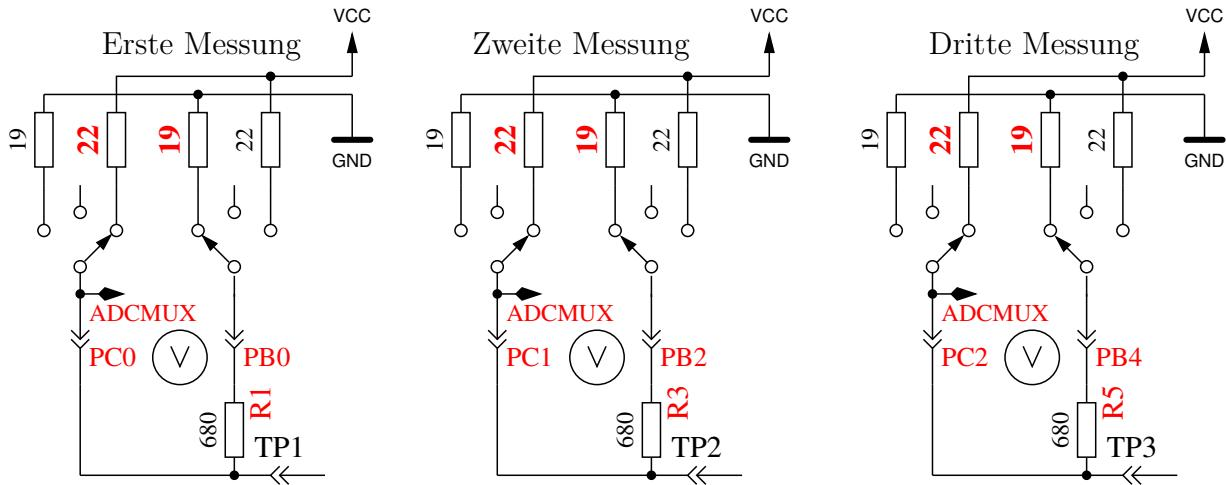

Abbildung 5.67. Messung des Innenwiderstandes des auf VCC geschalteten Port-C-Ausgängen.
**9. Messung des Innenwiderstandes von auf VCC geschalteten Port-Ausgängen.** Der benötigte Strom wird von auf GND geschalteten  $680\Omega$ -Widerständen geliefert. Es ist die gleiche Messung wie die in Test 8 zur anderen Seite, wie in Abbildung 5.67 gezeigt wird. Der Innenwiderstand wird wie folgt berechnet: Um den Strom zu berechnen:  $(5001 - (Ergebnis von Test 8) - (Ergebnis von Test 9)) / 680$ . Die Widerstandswerte ergeben sich, wenn die gemessene Spannung durch diesen Strom dividiert wird. Das Ergebnis für diesen Test wird dann in Zeile 1 mit dem Text „RI\_Hi=“ in  $\Omega$  angezeigt, der Innenwiderstand zur GND-Seite wird in Zeile 2 mit dem Text „RI\_Lo=“ angezeigt. Diese Werte werden ab Software-Version 1.06k bei jeder Messung neu bestimmt und hier nur dargestellt.